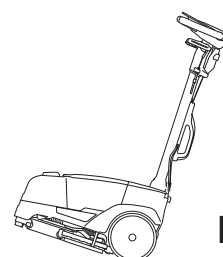

Fig.7
- Bøy maskinen bakover (Fig.7), transporter maskinen i ønsket retning.